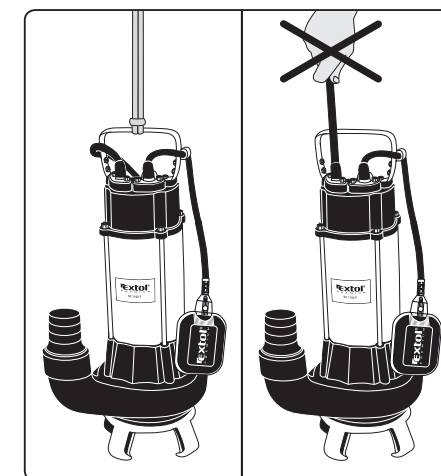

Abb. 5, Illustratives Bild
7. Senken Sie die am Seil befestigte Pumpe langsam ins Wasser (Abb. 5), sodass die Pumpe vollständig in das Wasser in Bezug auf die Wasserspiegellänge eingetaucht ist. Die Pumpe darf nicht durch Halten am Versorgungskabel ins Wasser abgesenkt werden, da dies die Dichtung um das Kabel am Eintrittspunkt in die Pumpe beschädigen und Wasser in den elektrischen Teil der Pumpe eindringen kann, wodurch ein Stromschlag oder Tod verursacht werden kann.